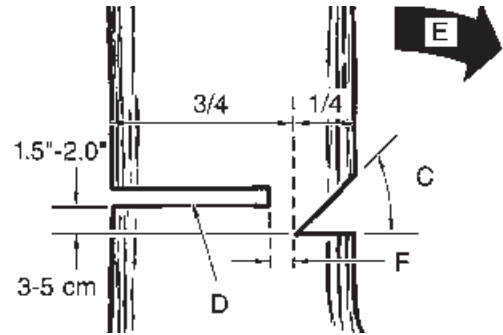

Fig. 13
Realice el corte de talado (D) desde la otra parte del árbol y 3-5cm (1.5 - 2.0 pulgadas) arriba del borde de la ranura (C) (Fig. 13).